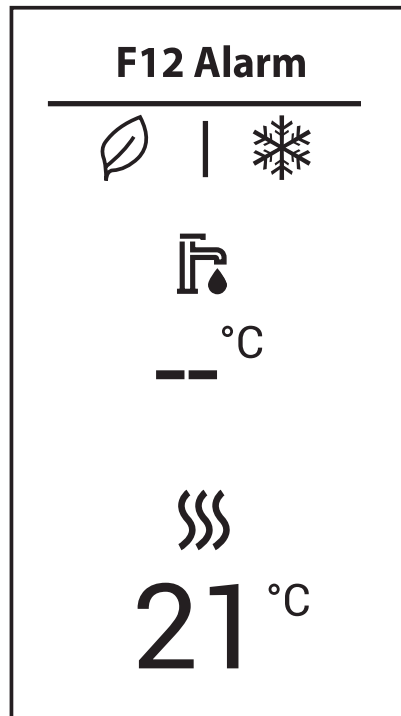

Рис. 6
**Сообщение** (рис. 6): появление сообщения не нарушает работу котла. Сообщение исчезнет, когда проблема будет решена.